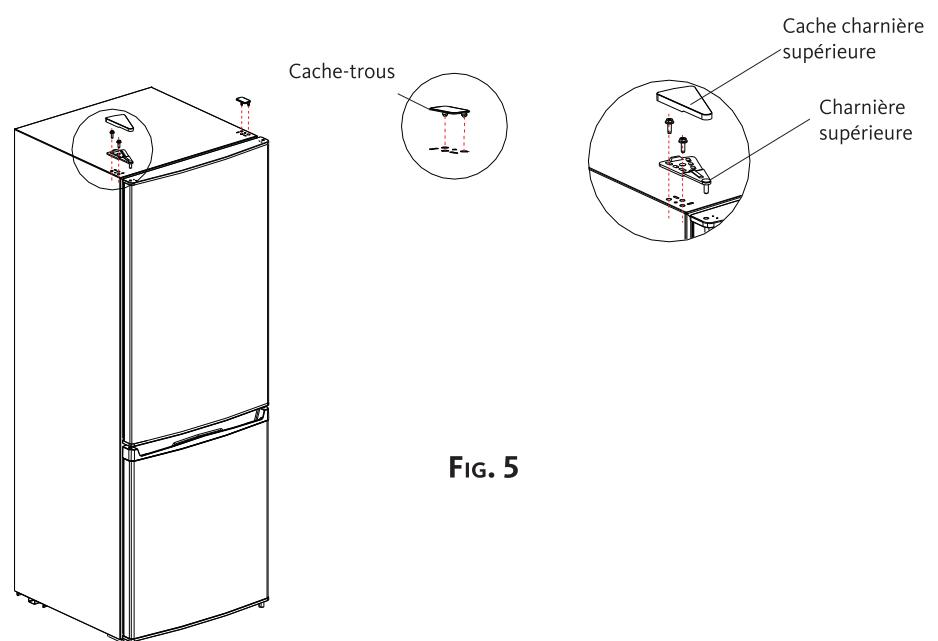

FIG. 5
6. Replacez la porte du compartiment réfrigérateur sur la charnière intermédiaire en la plaquant contre l'appareil. Veillez à bien aligner la porte par rapport à l'appareil. Replacez la charnière supérieure, le cache de la charnière supérieure puis, replacez le cache-trous de l'autre côté (voir figure 5).